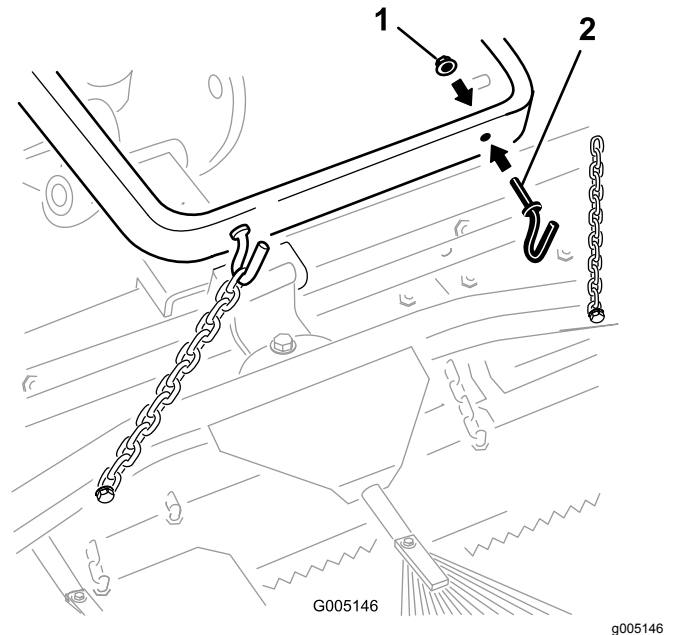

Figura 5
- A. Montate 2 ganci sulla parte posteriore del braccio di sollevamento con 2 dadi ($\frac{3}{8}$ ") (Figura 5). Fissare le catene ai ganci alla lunghezza desiderata.